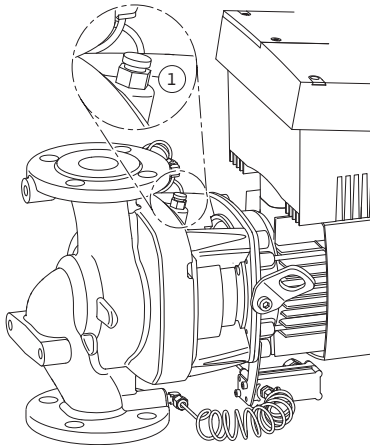

Fig. 42: Entlüftungsventil
- Pumpen durch Lösen der Entlüftungsventile (Fig. 42, Pos. 1) entlüften. Ein Trockenlauf zerstört die Gleitringdichtung der Pumpe. Der Differenzdruckgeber darf nicht entlüftet werden (Gefahr der Zerstörung).